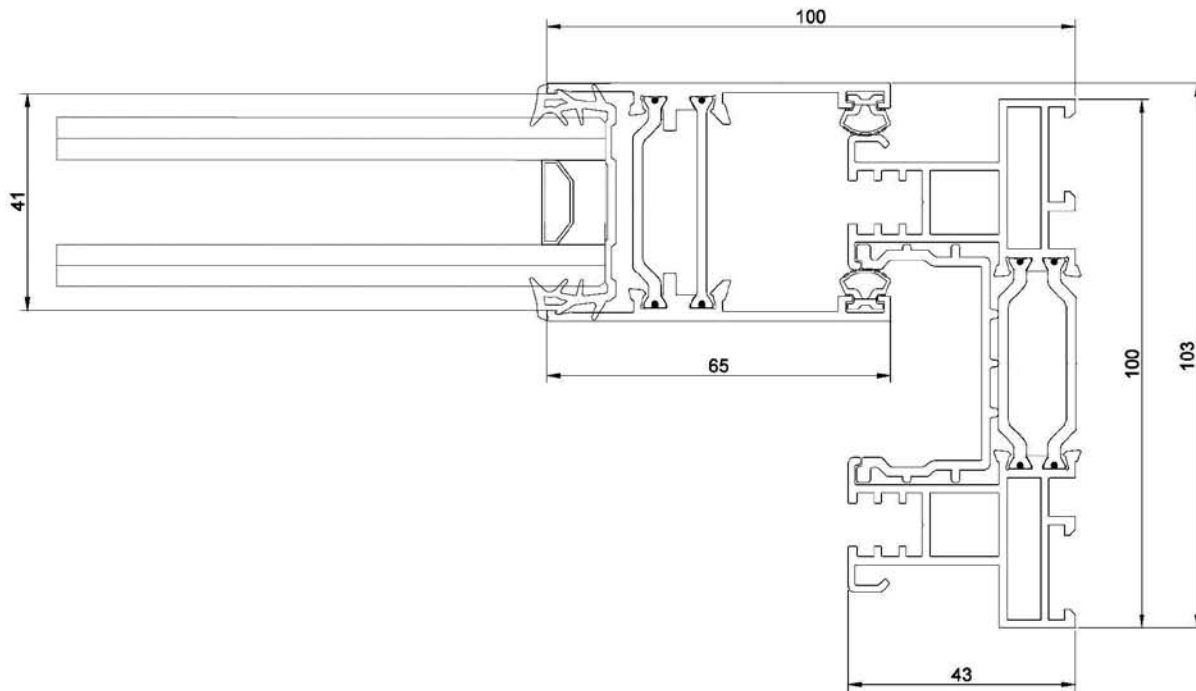

Fig. 1. Sezione del nodo laterale 1
- 9 Quadro sinottico delle classi attribuite sulla base dei risultati di prova del campione di portafinestra in alluminio a due ante alzanti-scorrevoli (cfr. Fig. 1), commercialmente denominata dal richiedente "EKOS 100 STH", contenuti nel presente RP n° 1994-CPR-RP1118, rilasciato il 09-03-2015 a TP Profilati S.r.l., cui integralmente si rimanda.